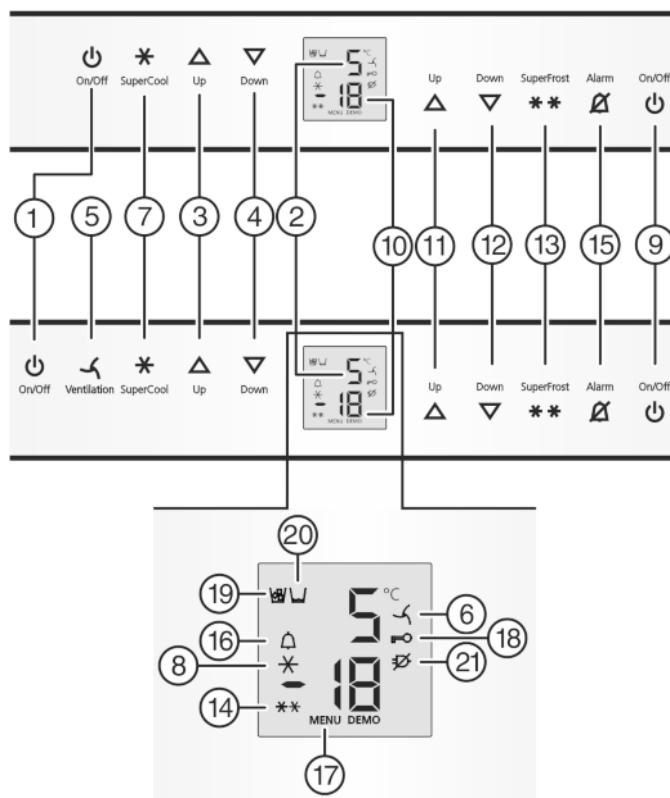

Fig. 2
- Pritisnite tipko On/Off na zamrzovalniku *Fig. 2 (9)*.
- Pritisnite tipko On/Off na hladilniku *Fig. 2 (1)*.
- ▷ Hladilnik je vklopljen: Prikaz temperature v hladilniku *Fig. 2 (2)* sveti. Pri odpiranju vrat hladilnika se prižge notranja osvetlitev.
- Aktiviranje nastavitvenega načina: Pribl. 5 sekund pritisnite tipko SuperFrost *Fig. 2 (13)*.
▷ Simbol Meni *Fig. 2 (17)* sveti.
- Za potrditev kratko pritisnite tipko SuperFrost *Fig. 2 (13)*.
- Za vklop otroškega varovala kratko pritisnite tipko SuperFrost *Fig. 2 (13)*.
▷ Simbol Otroško varovalno *Fig. 2 (18)* sveti. Na indikaciji utripa **c**.
- Za izklop otroškega varovala kratko pritisnite tipko SuperFrost *Fig. 2 (13)*.
▷ Simbol Otroško varovalno *Fig. 2 (18)* ugasne. Na indikaciji utripa **c**.
- Deaktiviranje nastavitvenega načina: Pritisnite tipko On/Off na zamrzovalniku *Fig. 2 (9)*.
- Pritisnite tipko Alarm *Fig. 2 (15)*.
Istočasno utripata prikazovalnik temperature in simbol Alarm *Fig. 2 (16)*.
Opozorilni signal avtomatsko ugasne, simbol Alarm *Fig. 2 (16)* se ugasne in prikazovalnik temperature preneha utripati, ko je temperatura spet dovolj nizka.
- ▶ Pritisnite tipko Alarm *Fig. 2 (15)*.